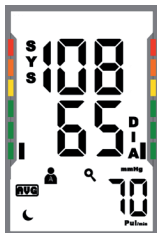

Fig. 8c
- Appuyez à nouveau sur la „Marche / Arrêt START“ bouton, vous pouvez afficher / mesures de soirée, les moyennes dans l'après-midi. Ceci est indiqué par une petite lune à l'écran. (s. Fig. 8c)